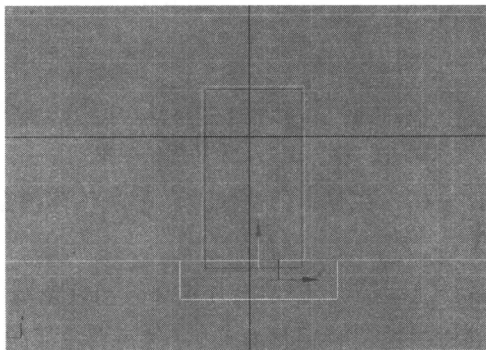

图 2-7 建立一个长方体的效果
Step 8 单击【创建】面板中的 按钮，选择 **长方体** 工具，在前视图中创建一个长方体，在【参数】卷展栏中设置其长度为 25、宽度为 100、高度为 20，并移动，使其顶端与“左墙壁”底端对齐，如图 2-7 所示。